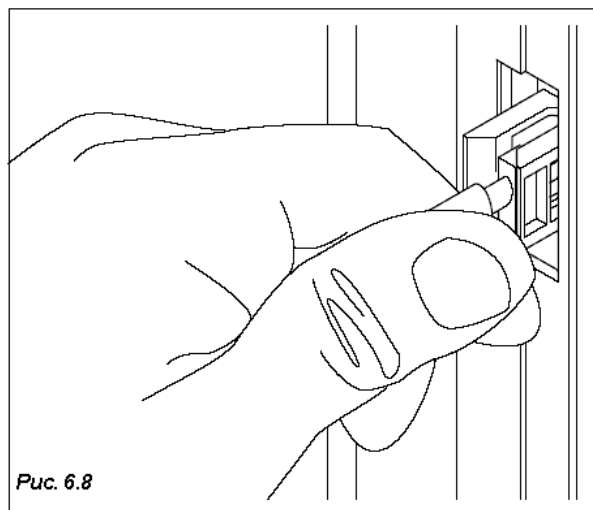

Рис. 6.8
- При проведении определенных операций может возникнуть необходимость открыть дверь, не отключая автомат от электрической сети. В этом случае специалист по установке должен вставить специальный пластмассовый ключ, входящий в комплект поставки, в сервисный замок на двери и повернуть его на 90° (Рис. 6.8).